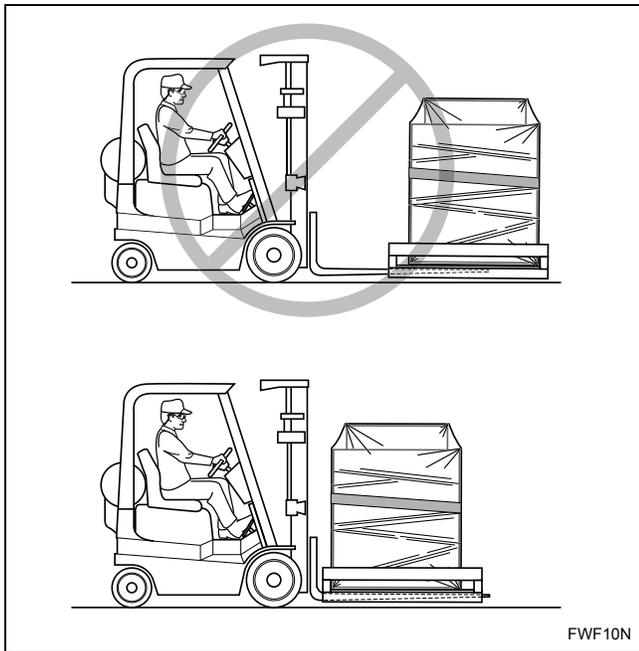

Figure 3
2. Régler la fourche du chariot en fonction de la longueur et de l'écart maximaux, puis les glisser à fond sous le centre de la palette. Se reporter à la *Figure 3*.